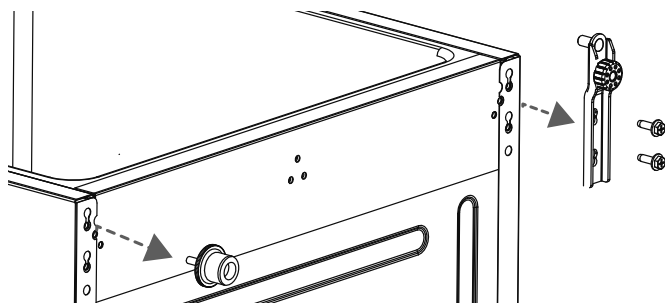

Fig. 4
- ▶ Dévissez la charnière inférieure ainsi que le pied (3) (voir **fig. 4**).